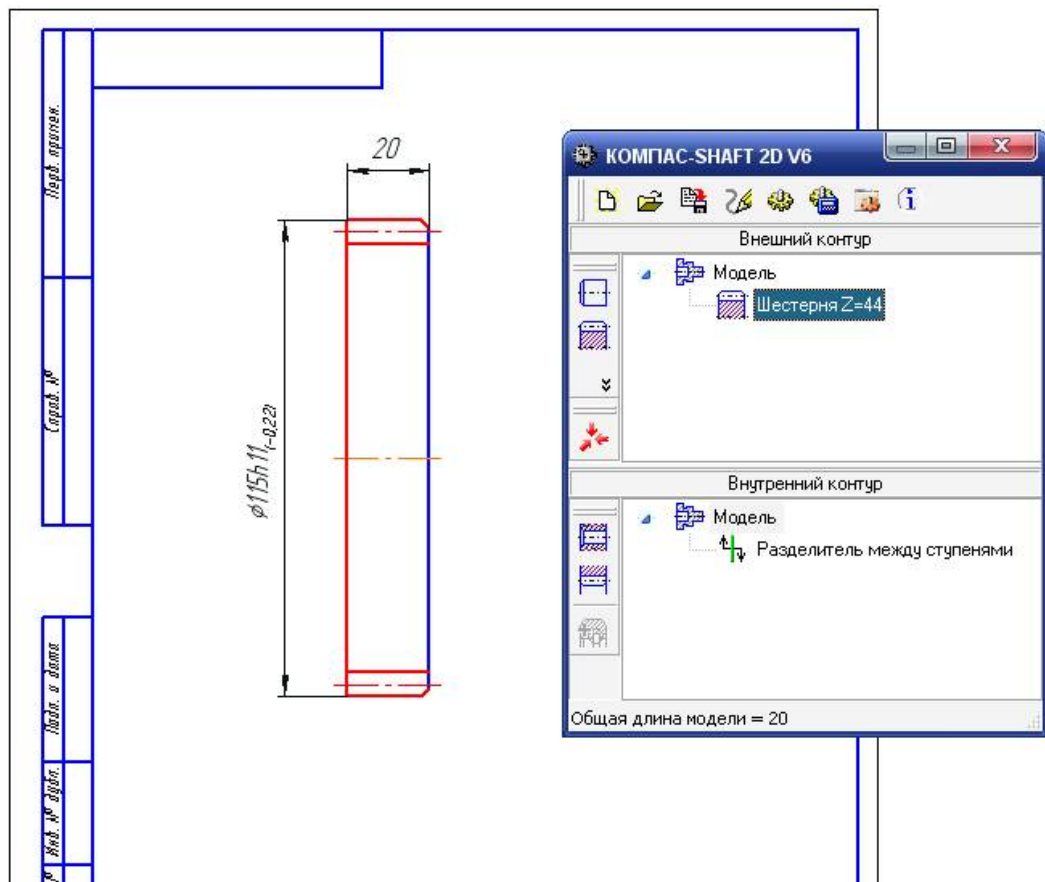

Рисунок 1.15 - Результат побудови ступені шестерня
12. натисніть на панелі інструментів головного вікна системи **Цилиндрическая шестерня с внешними зубьями** по кнопці  - **ОК**. З'явиться зовнішній контур зубчастого колеса (рисунок 1.15).